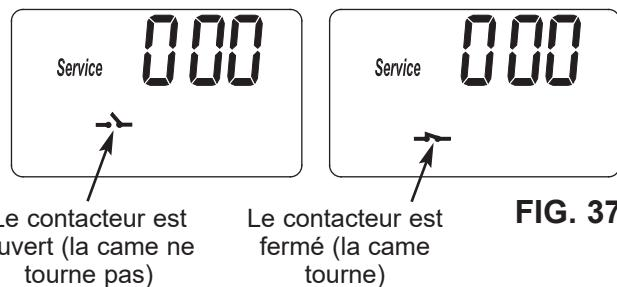

FIG. 37
3. Les symboles affichés indiquent le fonctionnement du contacteur de POSITION (voir la figure 37).